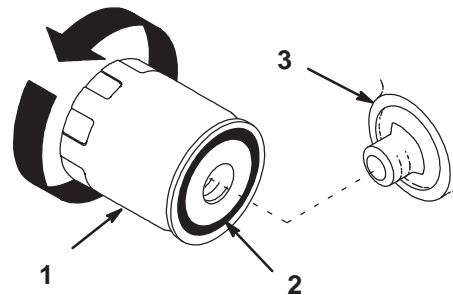

Bild 60
2. Entfernen Sie den Altfilter und wischen die Dichtfläche am Anbaustutzen (Bild 60) ab.
4. Ölen Sie die Gummidichtung am Austauschfilter (Bild 60) leicht mit Frischöl ein.
5. Drehen Sie den Austauschfilter auf den Anbaustutzen auf. Drehen Sie den Ölfilter im Uhrzeigersinn, bis die Gummidichtung den Anbaustutzen berührt. Ziehen Sie ihn dann um eine weitere 1/2 Umdrehung fester (Bild 60).